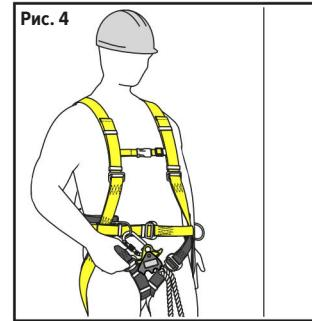

Рис. 4
- Присоедините карабин H203 к правому элементу крепления на поясном ремне (или к левому – для пользователя-левши) для рабочего позиционирования (рис. 4).